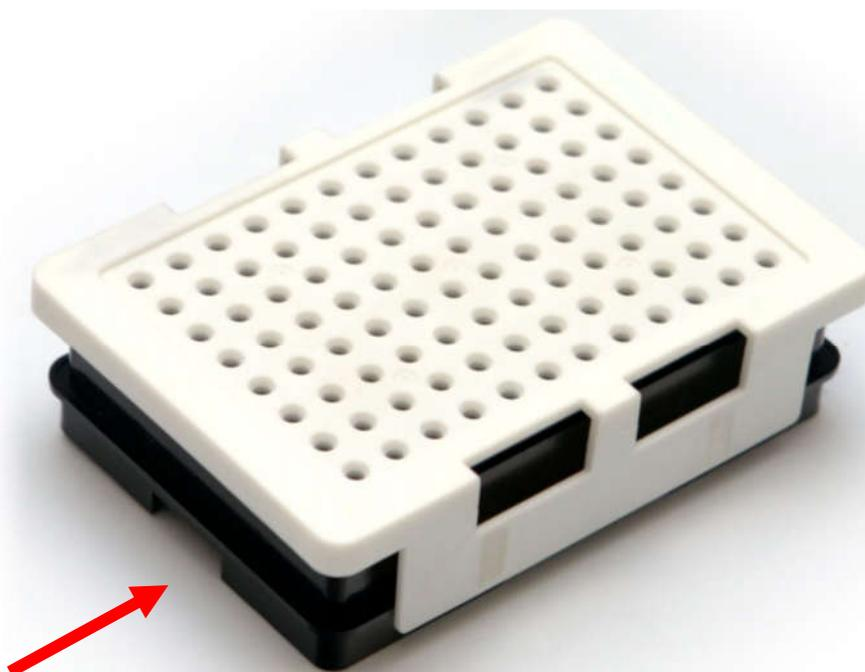

Рисунок 43. Плашка в сборе, красной стрелкой указана выемка
3. Основание держателя плашки является несимметричным, с одной стороны она имеет выемку, как показано на рис. 43.
9. Поместить собранную плашку в позиционер, состыковав правильным образом выемку плашки и выступ в позиционере (правильное положение показано на рис. 43, 49).